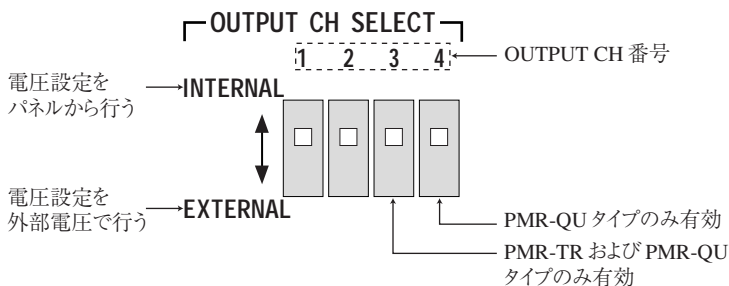

図 4-4 OUTPUT CH SELECT スイッチの設定
2. 外部コントロールしたい出力の OUTPUT CH SELECT スイッチを EXTERNAL に設定します。図 4-4 を参照してください。
3. OUTPUT CH SELECT スイッチの 3 を EXTERNAL に設定します。図 4-4 を参照してください。